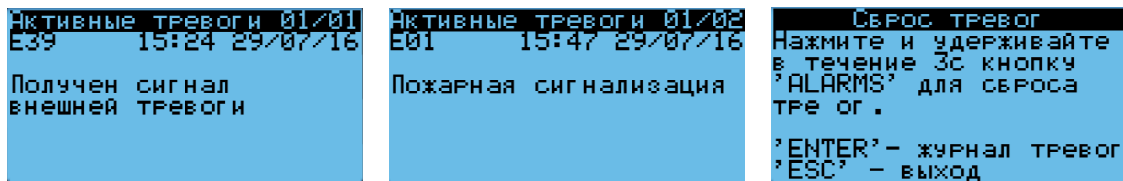

Рис. 4
- 8.1 При возникновении тревожных ситуаций, отслеживаемых контроллером, система отключается, и на контроллере мигает кнопка «▲» («тревога»). При нажатии на неё, на дисплее отображаются текущие тревоги (см. рис. 4).